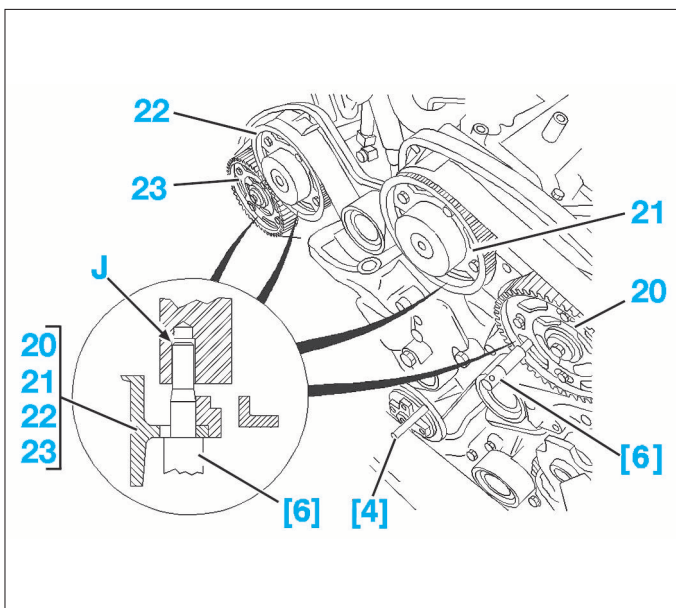

FIG. 38
- Serrer les vis de fixation des poulies d'arbres à cames dans l'ordre (20), (21) et (22) à 1 daN.m.
- Vérifier que la pigne de contrôle de calage des arbres à cames [6] s'engage librement dans les culasses (J) jusqu'en butée sur les poulies d'arbres à cames (20), (21), (22) et (23) (Fig.38) (dans le cas contraire, reprendre l'opération de repose de la courroie).